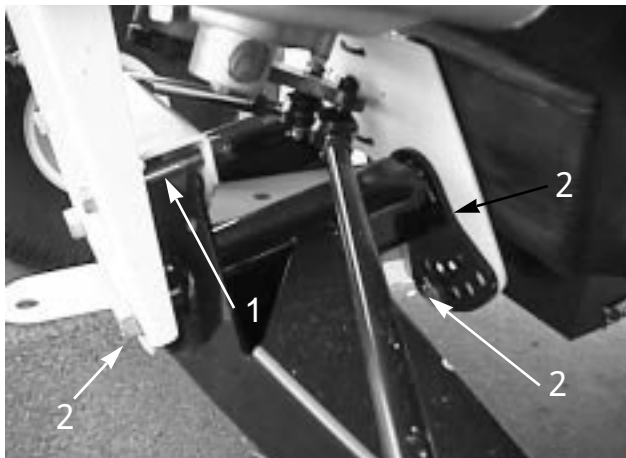

図 33
2. リミットボルト（図 33）を外す。
3. A フレームのセンタリング ボルト（図 33）をゆるめる。
4. 乗車高さ調整ボルト（図 33）を取り外す。
- 5 . 前Aアームを所望位置に回し（以下の注を参照）乗車高さ調整ボルトを取り付ける（図33）。
- 7 . リミットボルトを元通りに取り付ける（図33）。